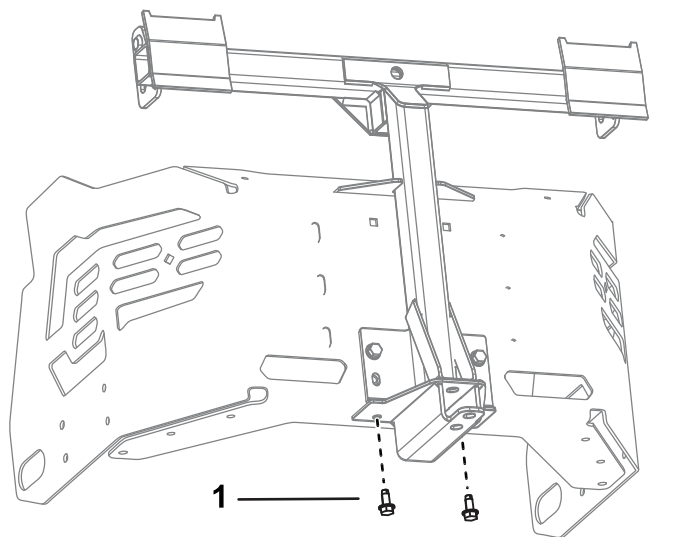

Figura 16
3. Retire os dois parafusos autorroscantes da parte inferior da estrutura da máquina (Figura 16).
5. Posicione a estrutura da articulação virada para cima e prenda-a à parte inferior da máquina utilizando dois parafusos autorroscantes (5/16 pol. x 3/4 pol.) como se mostra na Figura 16.